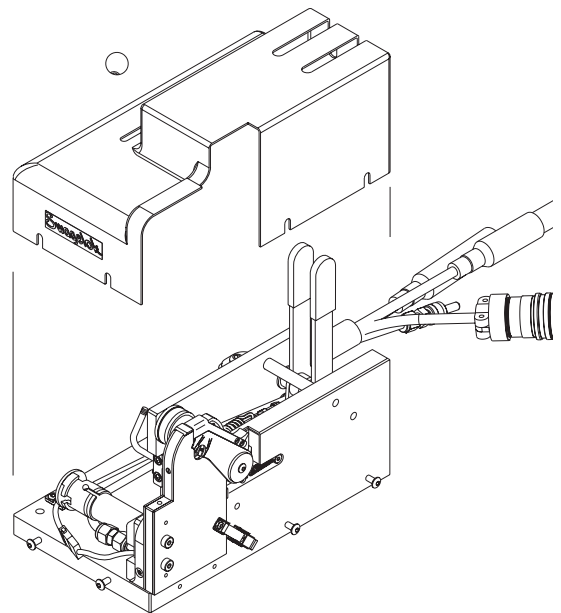

Figure 58 金属製シュラウドの再取り付け
21. 金属製シュラウドを保持する 8 本のネジを締め付けます。**Fig.58** をご参照ください。